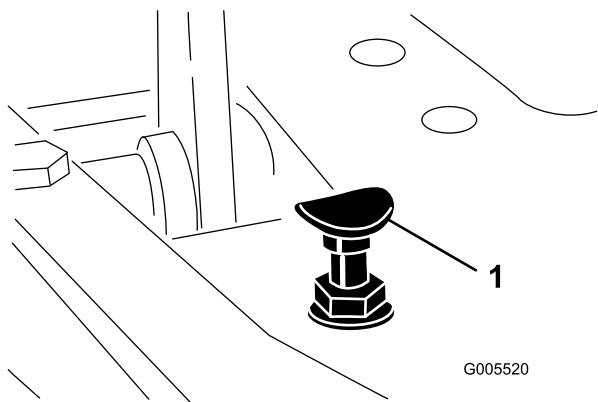

図 40
1. モードレバーを移動走行位置にセットし、ペダルストップを固定しているロックナットをゆるめる図 40。